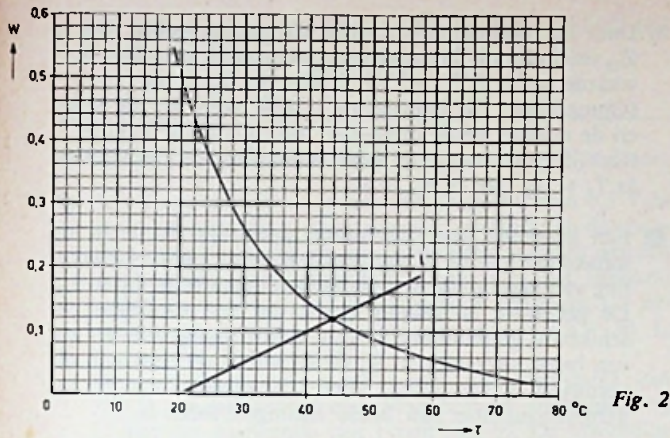

Fig. 2
Een stroom van 10 mA ontwikkelt in een weerstand van $1 \text{ k}\Omega$ een vermogen van $0,01^2 \times 10^3 = 0,1 \text{ W}$, in een weerstand van $2 \text{ k}\Omega$ een vermogen van $0,2 \text{ W}$ enz. De gevraagde schaalverdeling is dus zoals aangegeven in fig. 2.
- b. Per graad temperatuurverschil wordt uitgewisseld $1,2 \times 10^{-6}\text{ kcal/sec} = 1,2 \times 10^{-6}/864\text{ kWh/sec} = 1000 \times 3600 \times 1,2 \times 10^{-6}/864\text{ W} = 0,005\text{ W}$. Is de temperatuur van de weerstand t° , dan is dus het uitgewisselde vermogen $(t - 20) \times 0,005\text{ W}$. Het verband tussen dit vermogen en de temperatuur is voorgesteld door de lijn l in fig. 2.